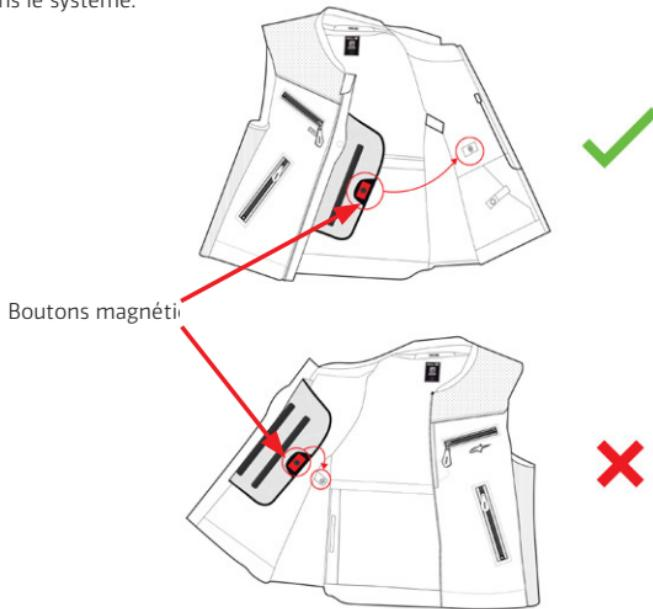

Figure 9
1. Mettez le système et fixez l'Airbag présent dans la zone de la poitrine en connectant le bouton magnétique de la poitrine (9) avec le bouton magnétique gauche (11) présent sur la veste (Figure 9).
2. Fermez le Zip d'activation (1) de bas en haut et attendez que le système s'allume.
3. La fermeture correcte du Zip d'activation (1) et la mise en marche du système sont signalées par l'allumage de l'écran LED (2) et par la présence d'une vibration dans la même zone .
4. Une fois le système mis sous tension, vérifier l'affichage LED (2) pour s'assurer que le système a démarré correctement (voir section 13 "Indications de l'affichage LED"). En particulier, l'utilisateur doit s'assurer qu'après le démarrage du système, il n'y a pas d'erreur dans le système.